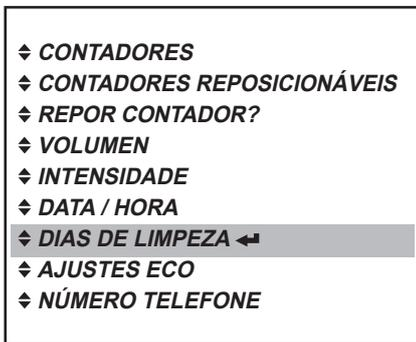

Fig. 38
- Prima a tecla Enter ◀ para acessar o menu «DIAS DE LIMPEZA». (Fig. 38)